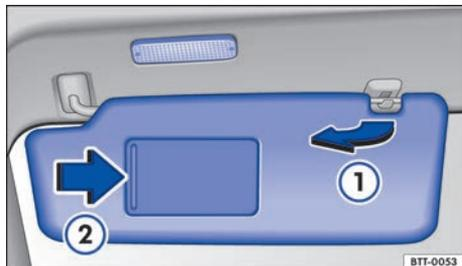

Fig. 67 Parasol.
- Extraer del soporte y girar en dirección a las puertas → fig. 67 ①.
En la parte posterior del parasol se encuentra un espejo de cortesía provisto de una tapa. Al abrir la tapa → fig. 67 ② se enciende una luz.